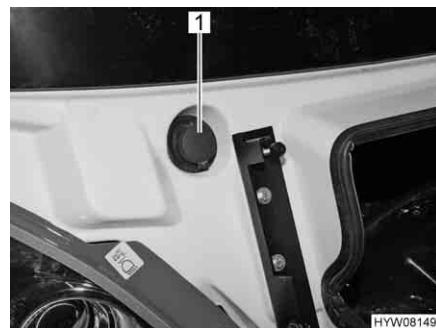

Fig. 26 Bocchettone di riempimento del contenitore dell'acqua di lavaggio (Fiat)
- Rimuovere il coperchio (Fig. 26,1) del bocchettone di riempimento del contenitore dell'acqua di lavaggio.